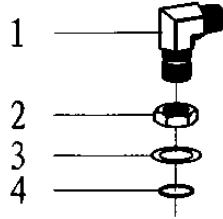

Fig. 7-14
14. Bend sub (9/16-18UNF) (Fig 7-14, Table 14)